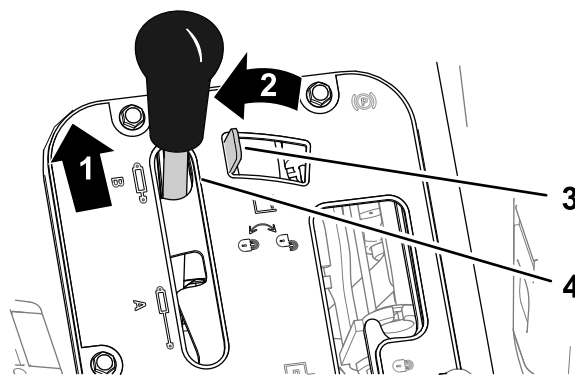
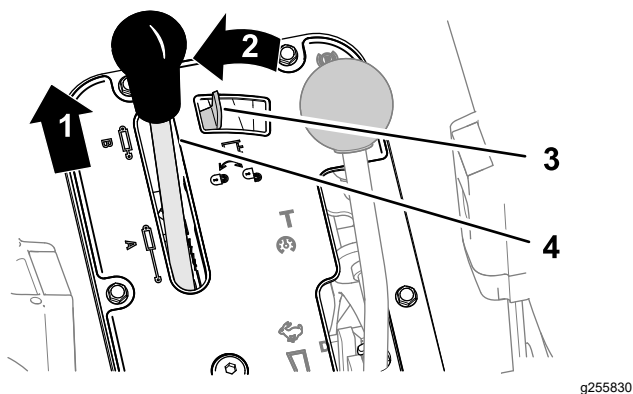

Figure 89
Figure 90
1. Poussez le levier de commande hydraulique vers l'avant (Figure 89 ou Figure 90).
- Déplacez le dispositif de blocage de la commande hydraulique vers la gauche pour l'enclencher (Figure 89 ou Figure 90).